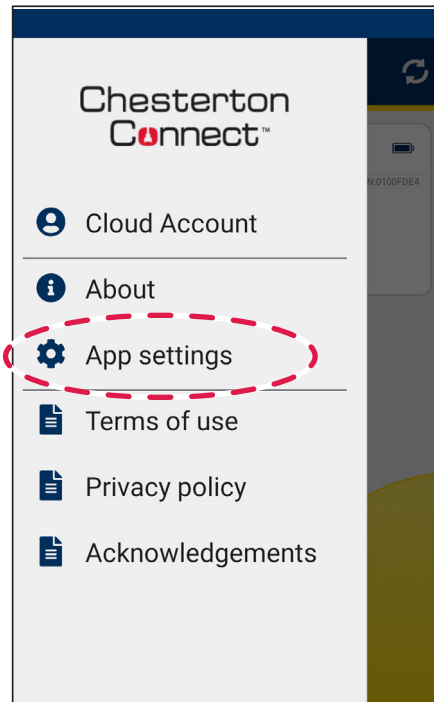

Abbildung 30
2. Wählen Sie **App-Einstellungen** aus (siehe Abbildung 30).